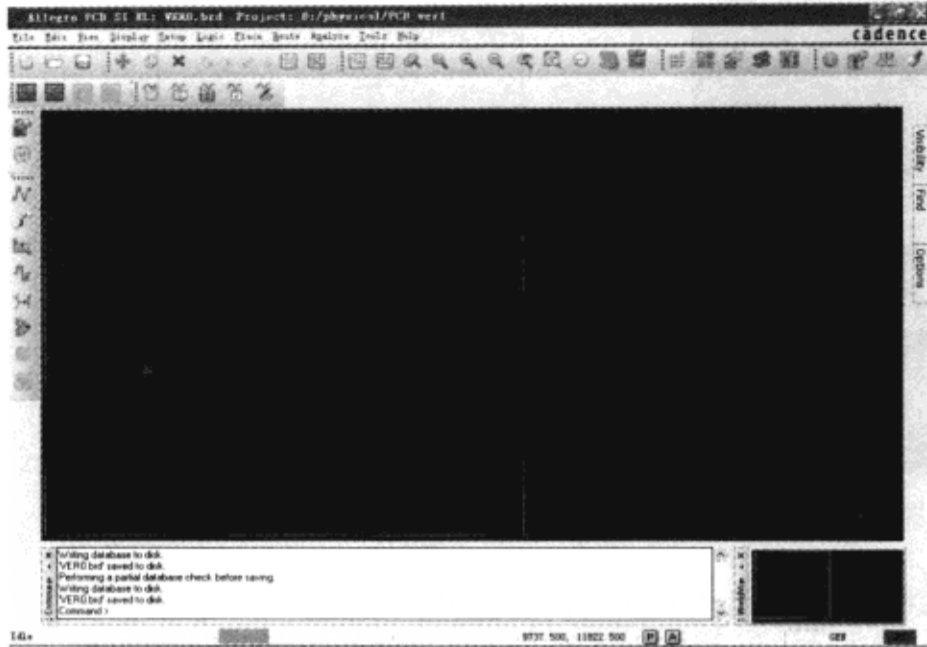

图 2-5-7 改变颜色
(7) 单击“Color Dialog”对话框中的“OK”按钮，界面颜色改变，如图 2-5-7 所示。